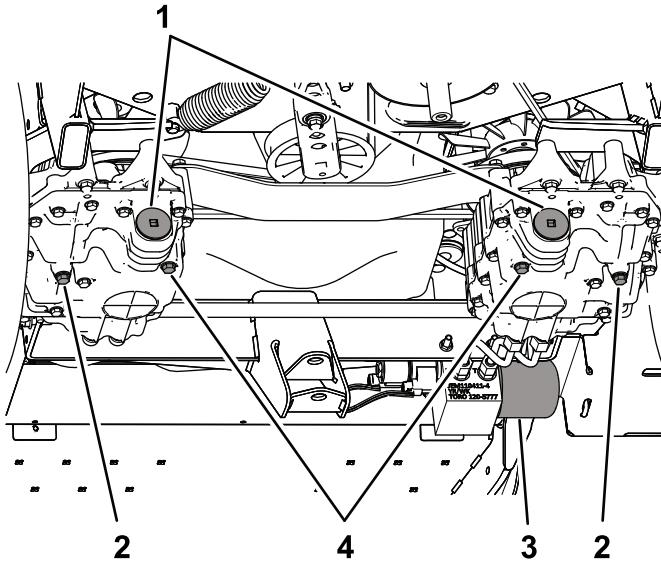

Bild 69
3. Entfernen Sie die Ablassschrauben an der Pumpenseite und an der Getriebeseite (Bild 69) und lassen Sie das Öl ganz ablaufen.